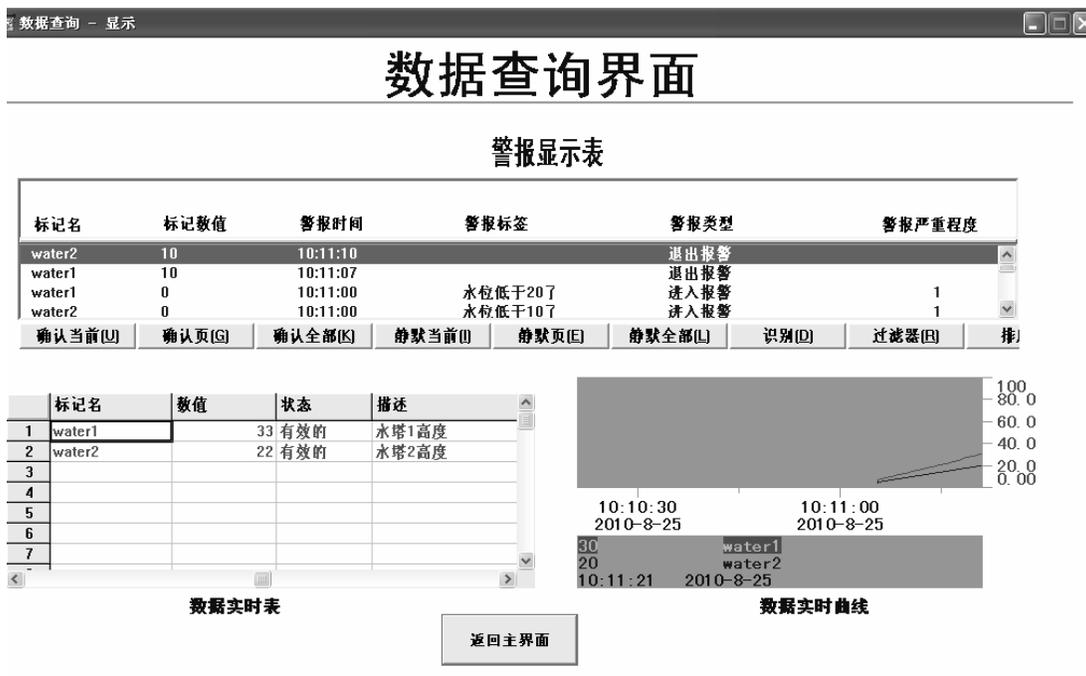

图 1.93 单机运行数据查询界面显示
(2) 单机模拟运行测试。单击项目管理器“运行模式下”的“运行项目”，将出现图 1.92 和图 1.93 所示的运行界面。